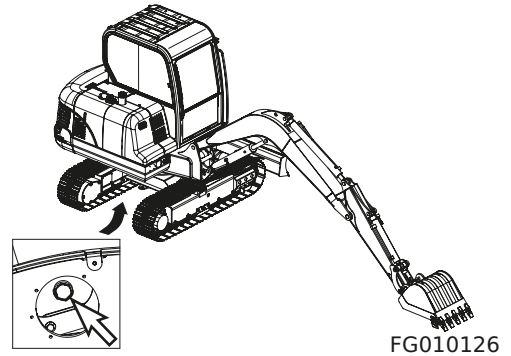

Figura 16
- B. Drena el aceite excesivo del válvula de drenaje (Figura 16) en la parte inferior del tanque a un recipiente adecuado, usando una manguera conectada a la válvula.